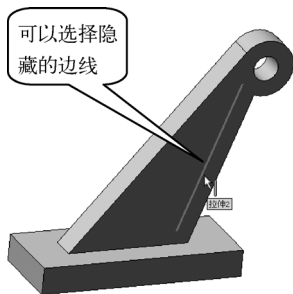

图 4-37 “通过面选择”复选框的作用
- “通过面选择”复选框: 选中后,可以选择隐藏边线作为倒角的引导线,如图4-37所示。